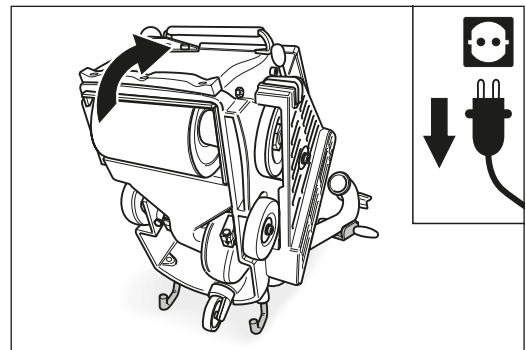

Fig. 34 Basculez la machine vers l'arrière pour contrôler son réglage. **Veillez à la bonne stabilité de la machine !**
**2** Basculez la machine au-dessus de l'étrier vers l'arrière de manière que le logement de roues apparaisse (fig. 34). **Veillez à la bonne stabilité de la machine !**
- Basculez la machine au-dessus de l'étrier vers l'arrière (fig. 34). **Veillez à la bonne stabilité de la machine !**
- 2 Penchez la machine en arrière au moyen de l'étrier support (fig. 34). **Veillez à la bonne stabilité de la machine !**